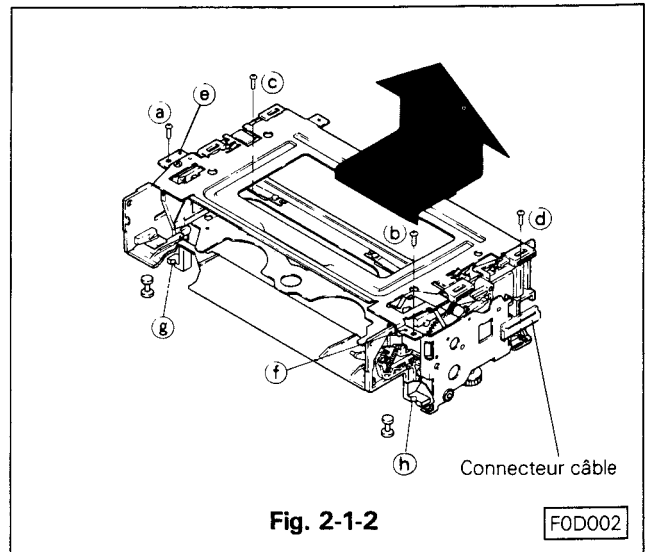

Fig. 2-1-2
- Dévisser les vis (a), (b), (c) et (d). Retirer le porte cassette dans le sens de la flèche. (Fig. 2-1-2)